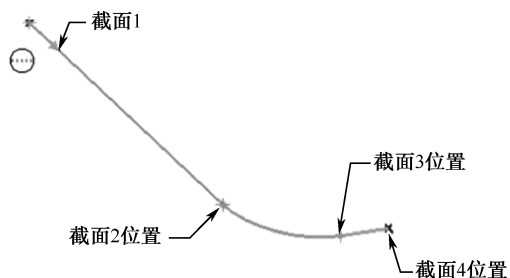
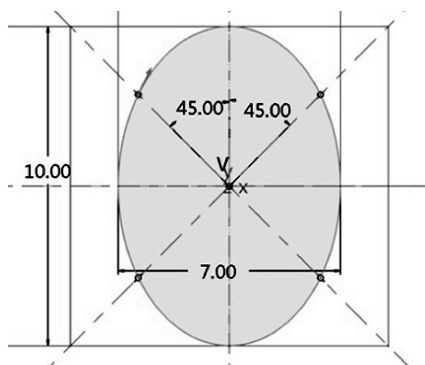

图 4-152 扫描轨迹线上截面位置
图 4-153 截面 2
(4) 单击【截面】下拉菜单中的【插入】,在绘图区内选择单击如图 4-152 所示的【截面 2 位置】断点,单击【草绘】→,绘制如图 4-153 所示的截面。草绘平面中,中心线交汇十字处为起点所在位置,绘制的椭圆以此为中心。绘制中心线,在中心线与椭圆相交处插入断点。